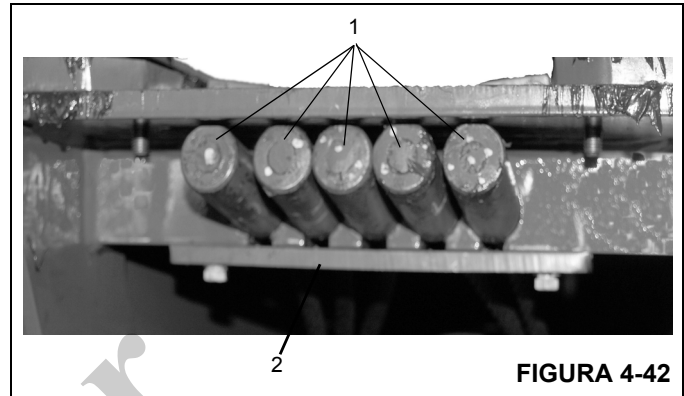

FIGURA 4-42
- 13. Coloque los extremos muertos de los cinco cables de extensión (Figura 4-42, 1) en los agujeros alargados en
la parte superior de la sección de extremo y fíjelos con la placa retenedora (Figura 4-42, 2) y dos pernos.